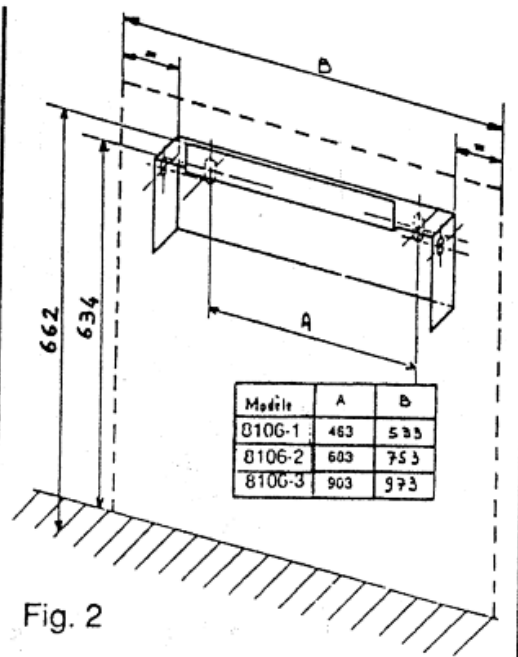

Fig. 2
- Démonter la traverse de fixation murale Fig 2 et la fixer solidement au mur conformément au tableau ci-dessous :